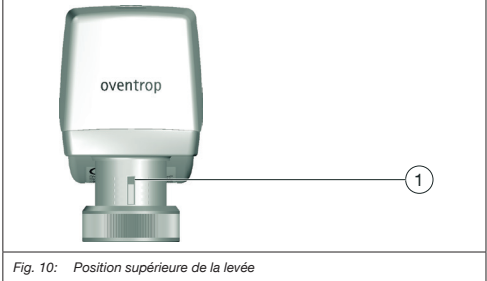

Fig. 10: Position supérieure de la levée
|  | Si l'interrupteur DIP 7 est réglé sur „OFF“, le comportement de la levée sera comme suit. (Si l'interrupteur DIP 7 est réglé sur „ON“, le comportement de la levée sera inversé !)- Le moteur se place en position supérieure de la levée (voir position (1), Fig. 10) lorsqu'une tension de 24 V est présente au niveau de cette position/du contact (3).- Le moteur se place en position inférieure de la levée lorsqu'une tension de 24 V est présente au niveau de cette position/du contact (2). |
3. Si le moteur ne se trouve pas en position supérieure de la levée (voir position (1), Fig. 10) :